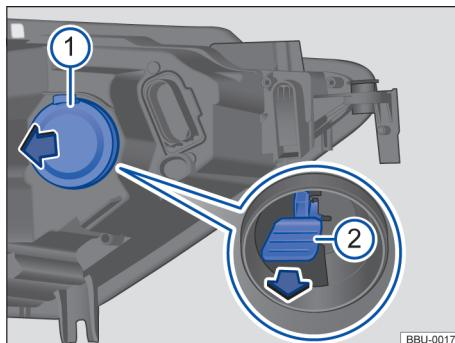
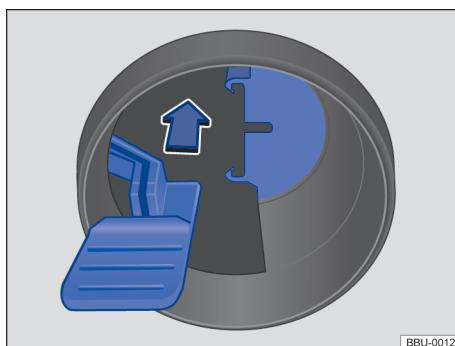

Fig. 156 No protetor da caixa de roda dianteiro direito: troca da lâmpada do indicador de direção.
Fig. 157 Montagem da lâmpada dos indicadores de direção dianteiros.
- 3 Desmonte a tampa de borracha correspondente da parte posterior do farol → **Fig. 156** ①.
- 4 Extraia o suporte da lâmpada pela alça de segurança em linha reta ②.
- 6 Coloque o suporte da lâmpada no farol com cuidado até que encaixe, acoplando as linguetas do suporte da lâmpada com as guias dispostas no farol → **Fig. 157**.